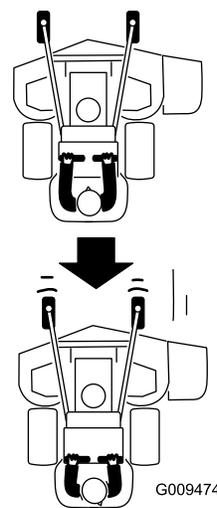

Рисунок 20
2. Медленно потяните рычаги управления движением назад (**Рисунок 20**).